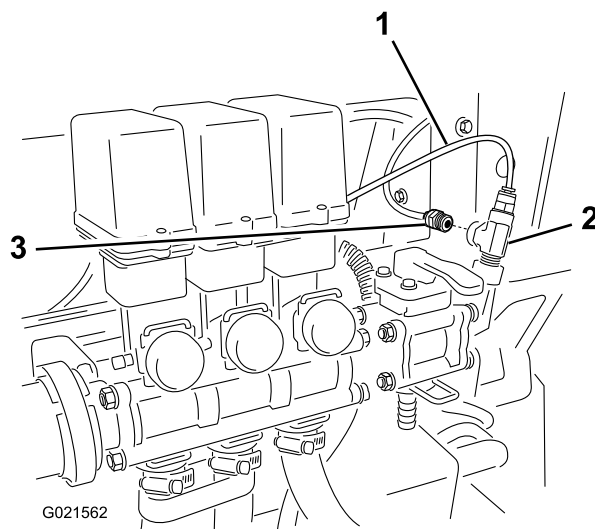

図 9
3. コントロール・ボックスの背面から出ている赤い (水圧計用) チューブを、T字フィッティングに接続する (図 9)。